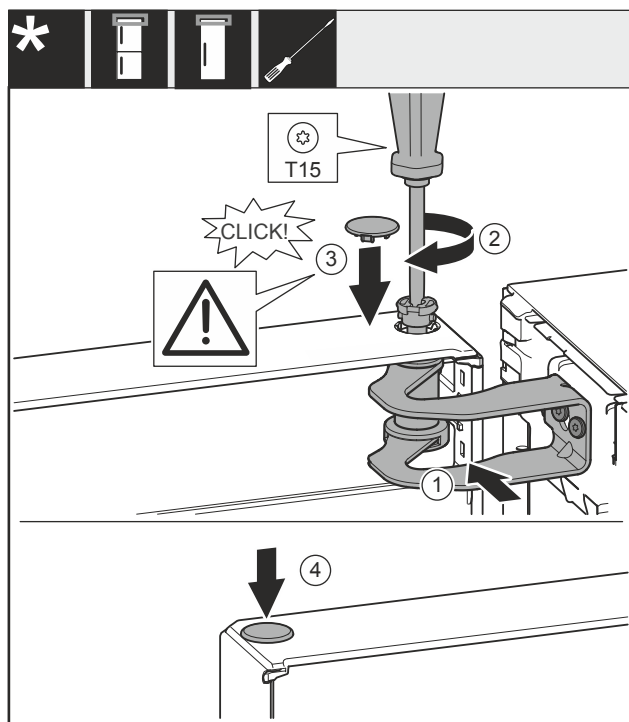

Fig. 57
- Vrata poravnajte z odprtino v ležajnem podstavku Fig. 57 (1).
- Vstavite sornik Fig. 57 (2) in ga zategnite z izvijačem.
- Vstavite pokrov Fig. 57 (3).
- Preverite, ali pokrov Fig. 57 (3) pravilno leži na vratih.
► Vstavite pokrov Fig. 57 (4).